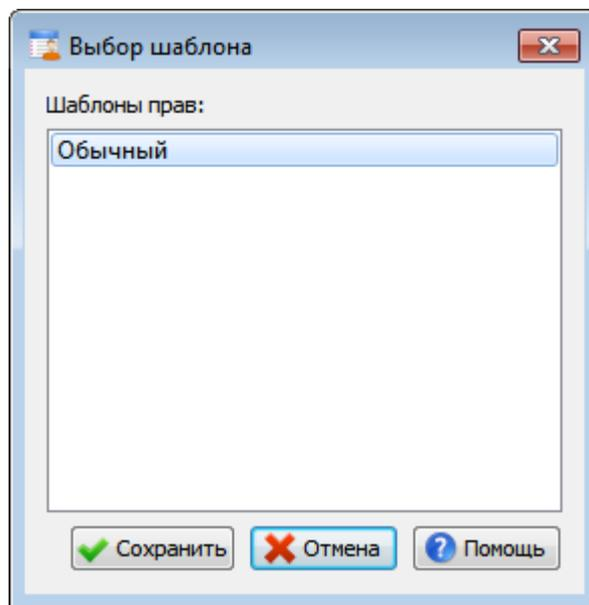
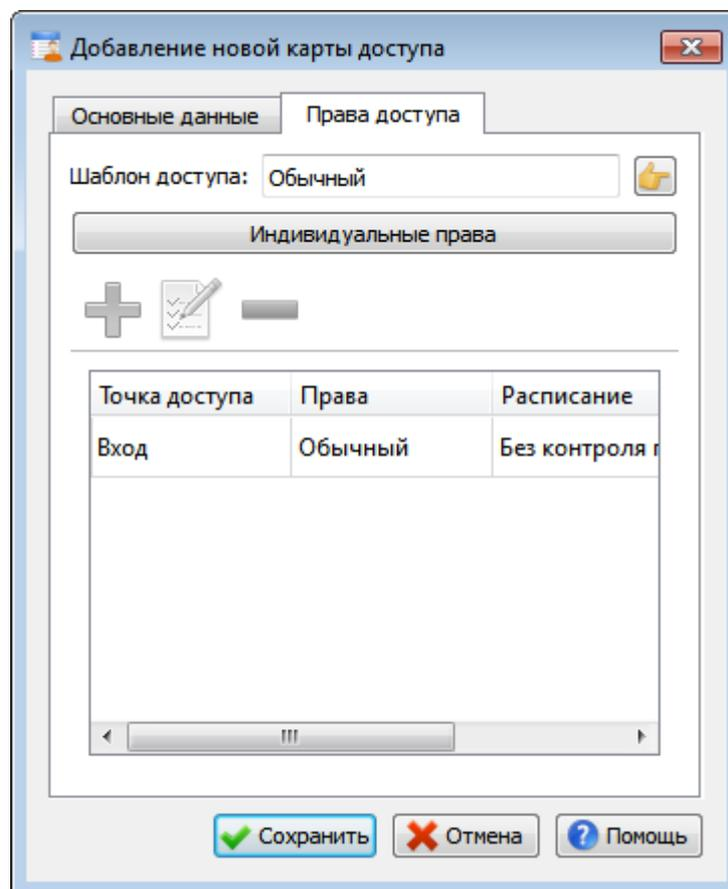

Рис. 93
Рис. 94
- На вкладке «Права доступа», в поле «Шаблон доступа» нажмите кнопку . На экране появится окно «Выбор шаблона» (Рис. 93). Выберите в списке шаблон «Обычный» и нажмите кнопку «Сохранить». В нижней части вкладки отобразятся права по доступу, соответствующие выбранному шаблону (Рис. 94).